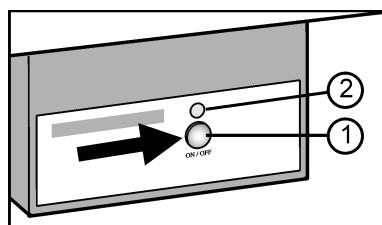

Fig. 48
- ▶ Appuyer sur la touche On/Off Fig. 48 (1) afin que la DEL Fig. 48 (2) s'allume.